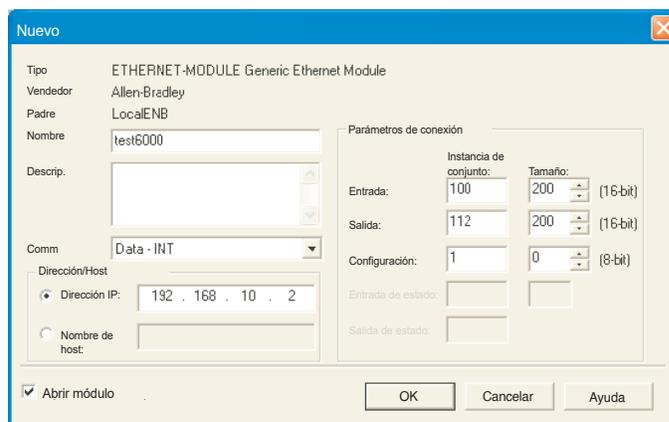

Imagen 4.3.21p Introducción de los parámetros
4. En la página de parámetros que aparece (imagen 4.3.21p), introduzca un nombre para el módulo y establezca los siguientes valores: